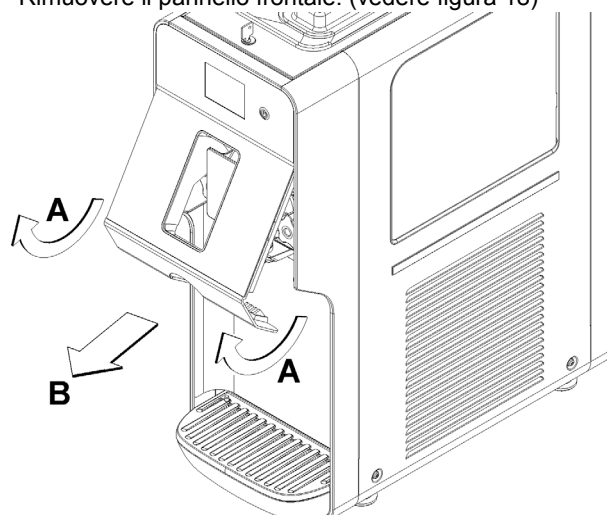

figura 18
- 3 Rimuovere la forcella di fissaggio e successivamente il galleggiante.(vedere figura 18)
- 4 Rimuovere il pannello frontale. (vedere figura 18)